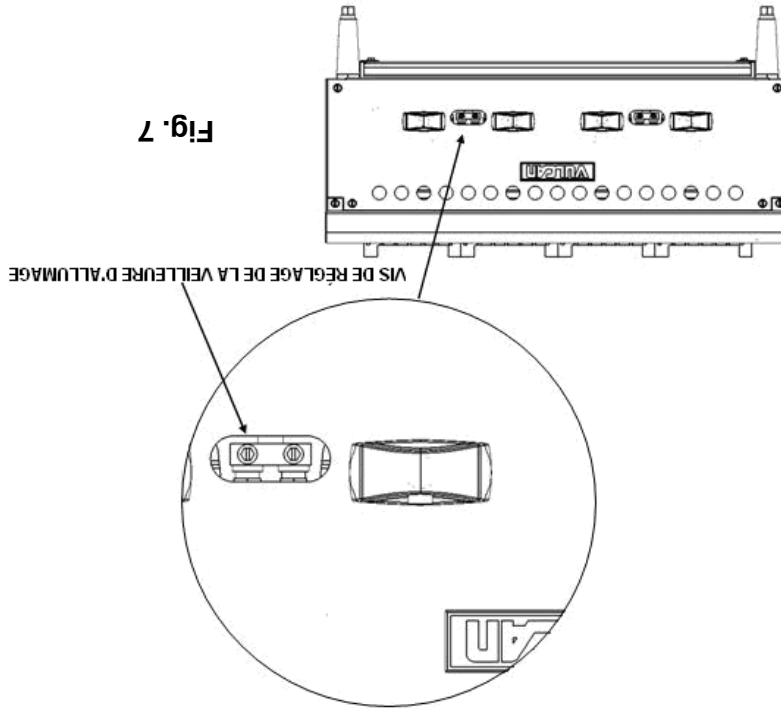

Fig. 7
À l'aide d'un tournevis à tête hexagonale fendue de réglage de la veilleuse d'allumage dans le sens des aiguilles d'une montre pour diminuer la flamme et dans le sens contraire des aiguilles d'une montre pour augmenter la flamme. Voir Fig. 7.
2. Retirez les grilles supérieures et les radiants. Ouvrez le robinet d'arrêt principal du gaz. Allumez les veilleuses à l'aide d'une tige pour allumer les bougies. Réglez la vis de la soupape de la veilleuse (voir Fig. 7 à la page 9) jusqu'à ce que la flamme de la veilleuse ait une légère pointe jaune.